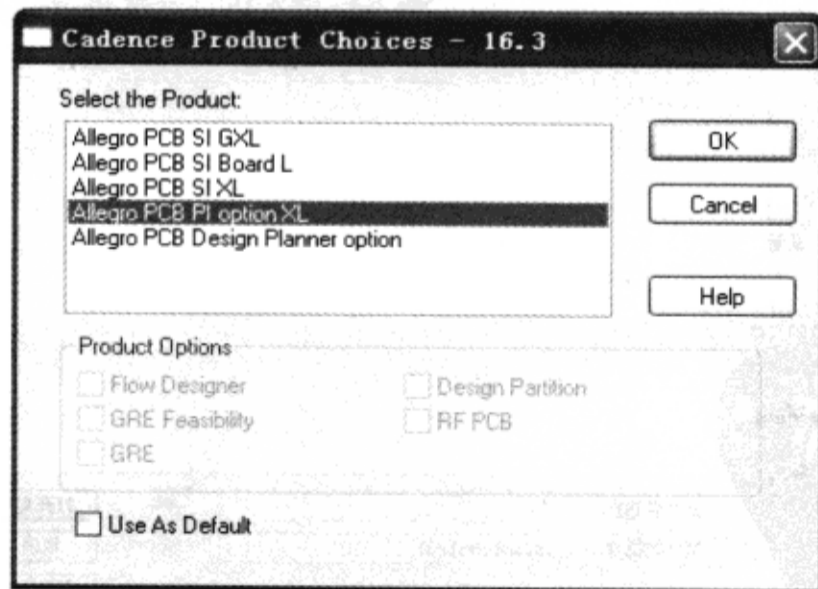

图 10-6-1 “Cadence Product Choices-16.3”对话框
(1) 执行菜单命令“开始”→“所有程序”→“Cadence”→“Release 16.3”→“PCB SI”，弹出“Cadence Product Choices-16.3”对话框，如图 10-6-1 所示。